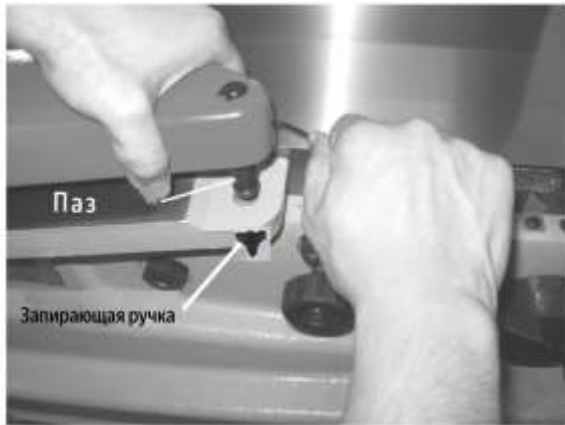

Рис. 10-3
3. Опустите стержень защитного приспособления в отверстие на выступе фуговального станка. см. рис. 10-3. Защитное приспособление должно быть опущено в отверстие настолько, чтобы паз в
4. стержень экрана соединится с стержнем фиксирующей ручки (рис. 10-3).
5. После того как экран будет вставлен в отверстие, отпустите его левой рукой - экран повернется в сторону упора. Полностью затяните фиксирующую ручку (рис. 10-3), продолжая удерживать шестигранный ключ и штифт правой рукой.
6. Когда защитный кожух будет закреплен, выньте шестигранный ключ из штифта. Слегка ослабьте фиксирующую ручку (рис. 10-3), чтобы штифт защелкнулся на выступе.
Снова затяните фиксирующую ручку (рис. 10-3)